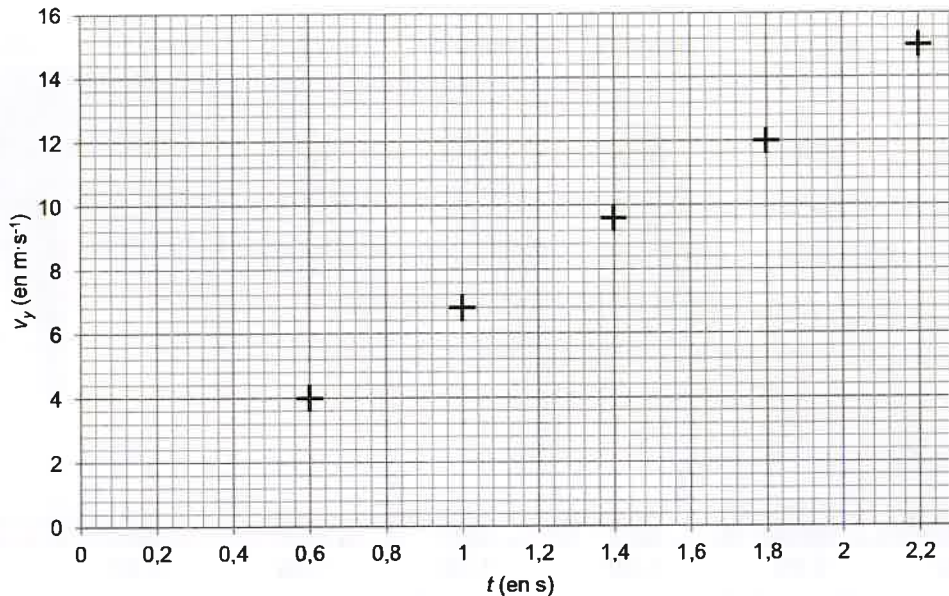

Figure 4. Évolution de la valeur de la vitesse de la fusée au cours du temps
1.3. On donne en figure 4 le graphe représentant l'évolution de la vitesse de la fusée au cours du temps.
1.3.1. Estimer la valeur de  $v_2$ . Détailler la démarche et vérifier que ce résultat est cohérent avec le graphe de la figure 4.